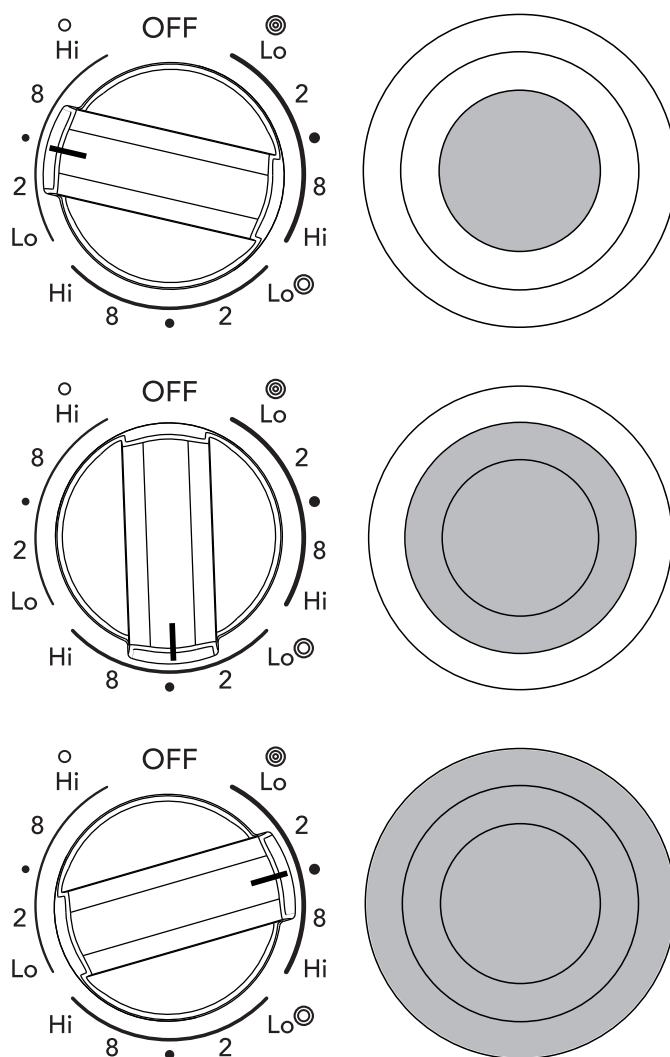

Figure 8 : Réglage du bouton de commande pour élément triple
Les icônes autour du bouton indiquent quel ou quels éléments de l'élément rayonnant triple sont utilisés. Le symbole ○ indique que seul l'élément intérieur est utilisé. Le symbole ◎ indique que l'élément intérieur et celui du centre sont utilisés. Le symbole ⊙ indique que l'élément intérieur, celui du centre et l'élément extérieur sont tous allumés (Figure 8). Il est possible de passer d'un réglage à l'autre à tout moment au cours de la cuisson.
2. Pousser et tourner le bouton de commande de surface sur le symbole de l'élément intérieur pour les petits ustensiles de cuisine ou sur le symbole des deux éléments (intérieur et centre) pour les plats moyens ou sur le symbole représentant les trois éléments pour les ustensiles plus grands (Figure 8). Le cas échéant, tourner le bouton pour ajuster le réglage.